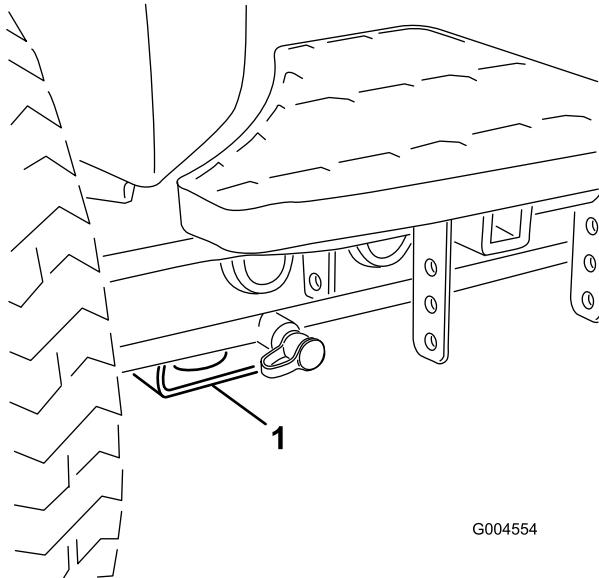

Рисунок 26
- **Передняя часть машины** — прямоугольная подкладка под трубой моста рядом с внутренней стороной каждого переднего колеса (Рисунок 26).